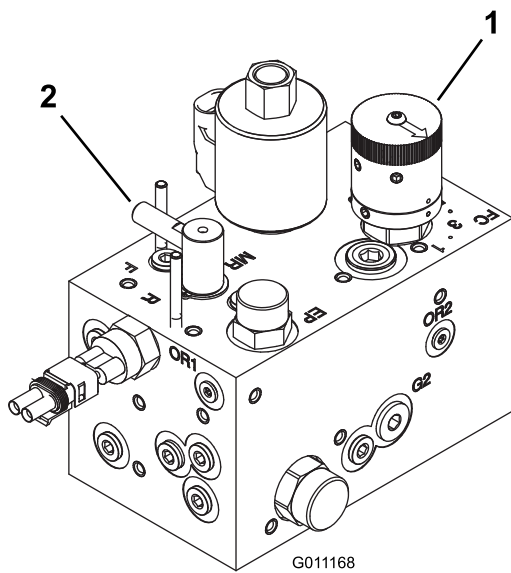

Figura 44
2. Girate la manopola di comando della velocità dei cilindri (Figura 44) fino al numero impostato determinato nella fase 1.